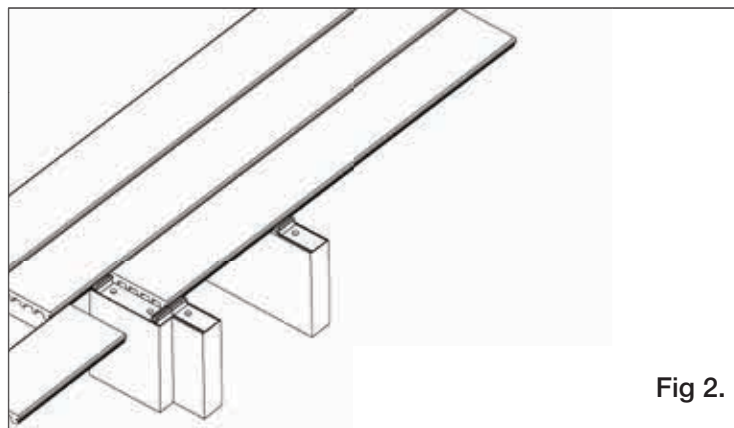

Fig 2.
2. Deux planches qui se suivent ne peuvent pas partager une Step-Clip. S'il s'agit d'éléments de charpente supplémentaires où il y a des joints d'about, il faut alors couper une Step-Clip pour accueillir chaque planche et la fixer séparément aux éléments de charpente supplémentaires (Fig. 2).